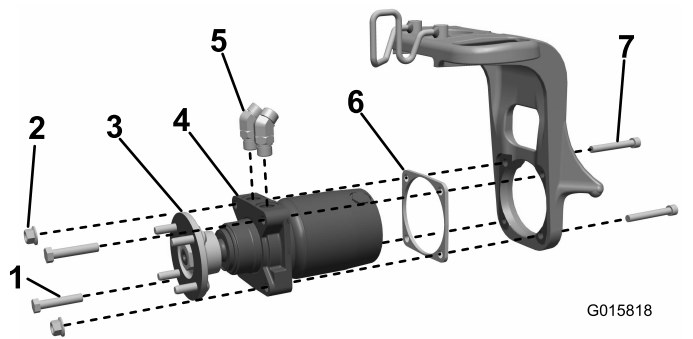

Figura 3
1. Instale los acoplamiento hidráulico de 45° en el motor de la rueda, orientándolos aproximadamente como se indica en la Figura 3. No apriete los acoplamiento.